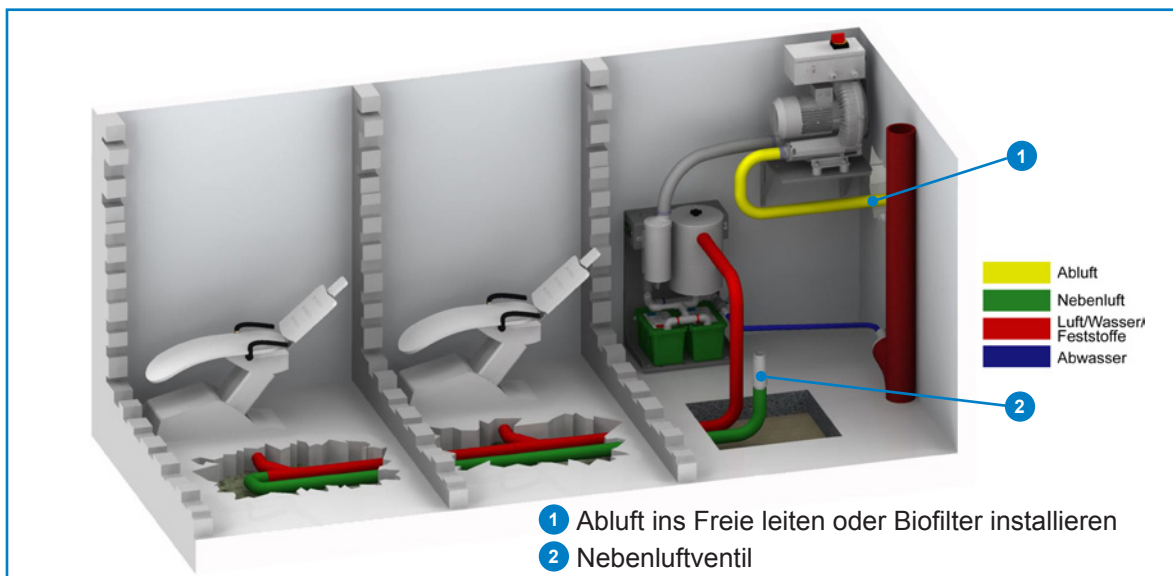
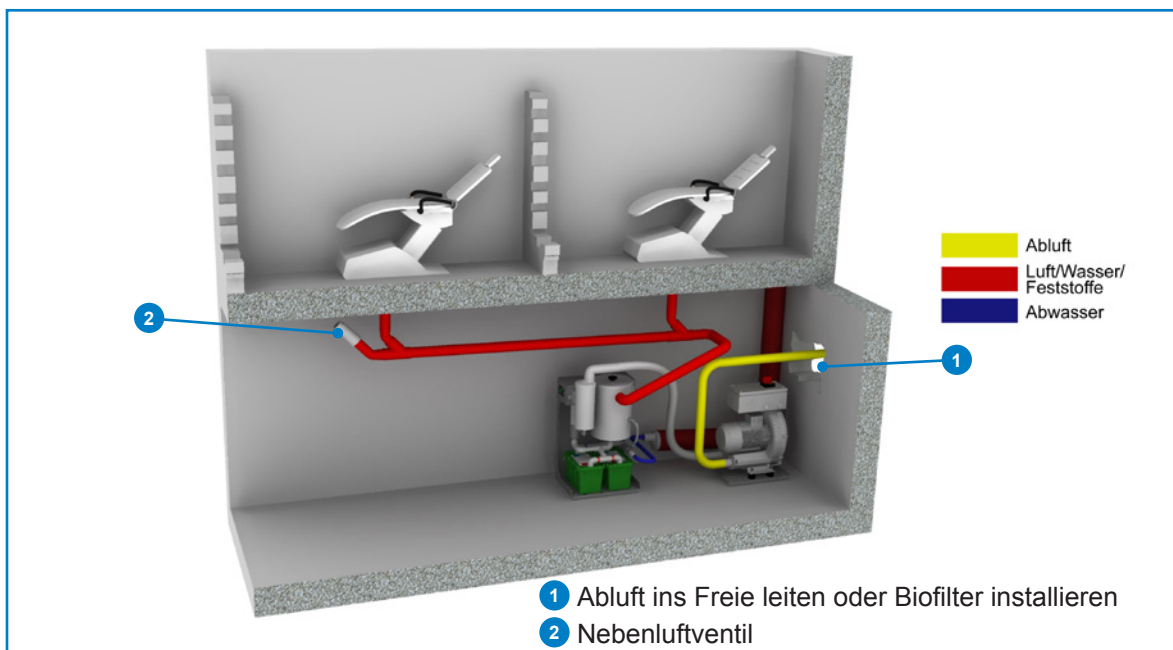

Abb. 2: Installationsoption Etage
Abb. 3: Installationsoption Keller
- **Rückgeführte Leitung in den Technikraum (siehe grüne Leitungen, Abb. 2 „Installationsoption Etage“ und Abb. 3 „Installationsoption Keller“ auf Seite 25) mit dort installiertem Nebenluftventil:** optimale Lösung hinsichtlich Wärmeabfuhr, Geräuschminderung und Rohrspülung.
- indem die Rohrleitung in einen anderen schallunempfindlichen Raum gelegt wird, in dem das Nebenluftventil angeschlossen wird (siehe Abb. 2 „Installationsoption Etage“ und Abb. 3 „Installationsoption Keller“ auf Seite 25),